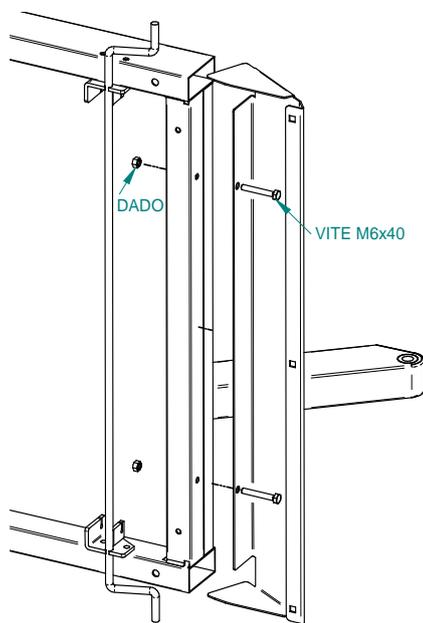

Fig. 1
3. Installare le rampette con l'apposita ferramenta (Fig. 1).